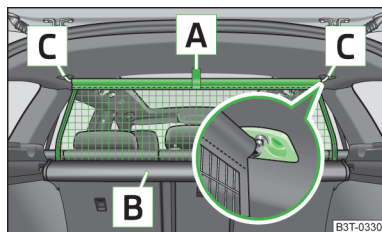
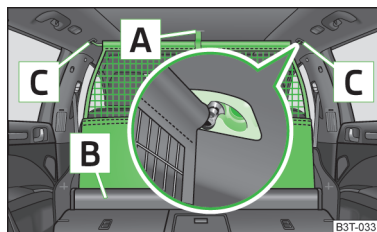

Fig. 103
Fig. 104
- Assurez-vous que la tige transversale soit bien enfoncée dans les logements [C] » fig. 103 à la page 96 ou » fig. 104 à la page 96 en position avant !
- Tirez sur le filet de séparation par la patte **A** » fig. 103 pour le faire sortir de son boîtier **C**.
- Tirez légèrement sur la tige transversale vers l'arrière d'abord sur un côté puis sur l'autre et sortez la tige transversale des supports **C** » fig. 103.
- Tirez le filet de séparation avec la patte **A** » fig. 104.
- Tirez légèrement sur la tige transversale vers l'arrière d'abord sur un côté puis sur l'autre et sortez la tige transversale des supports **C** » fig. 104.